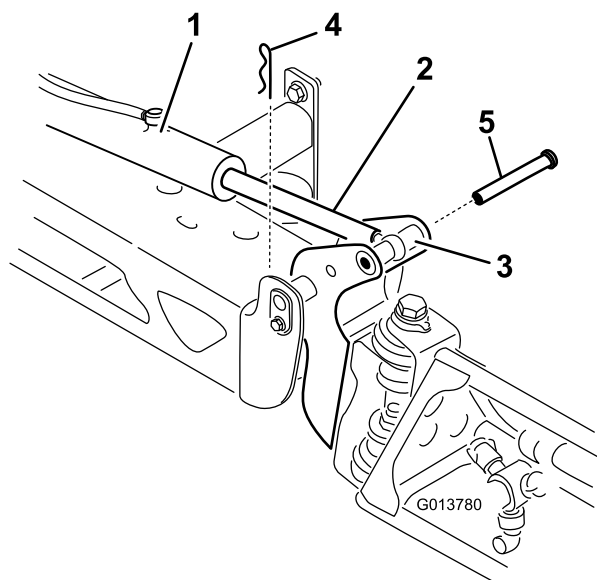

Figura 64
2. Retire o contrapino do pino de articulação (Figura 64).
3. Eleve a rampa e retire o pino e lentamente baixe a rampa para o solo (Figura 64).
7. Enquanto segura na rampa, insira o pino através tanto da articulação da rampa como da barra do acionador (Figura 64).